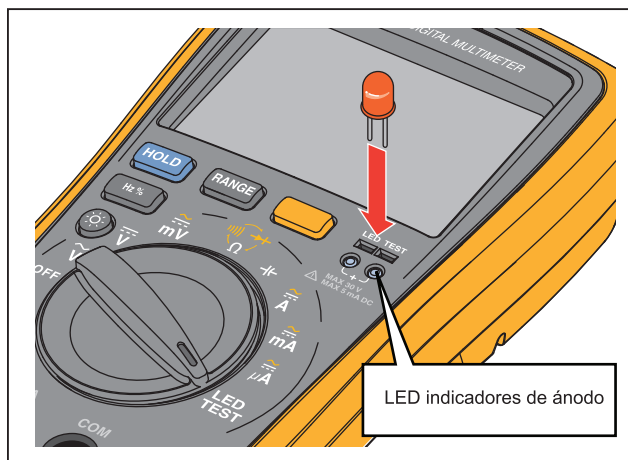

Figura 4. Tomas de prueba de LED
2. Coloque los cables LED en los orificios de la toma de prueba de LED en la parte delantera del medidor, como se muestra en la figura 4.